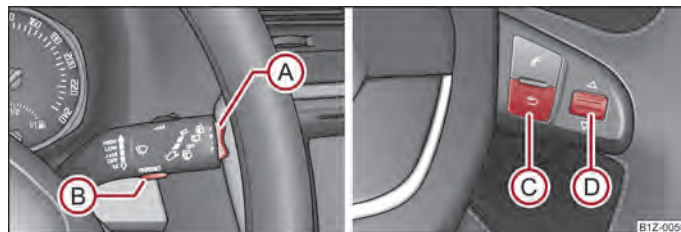

Fig. 7 Ecran d'informations : Eléments de commande sur la manette des essuie-glaces/éléments de commande sur le volant multifonctions
- Appuyez pendant plus d'1 seconde sur la touche à bascule **(A)** → fig. 7 pour faire afficher le **Main menu (Menu principal)**.
- Appuyez pendant plus d'1 seconde sur la touche à bascule **(C)** → fig. 7 pour activer le **Main menu (Menu principal)**.